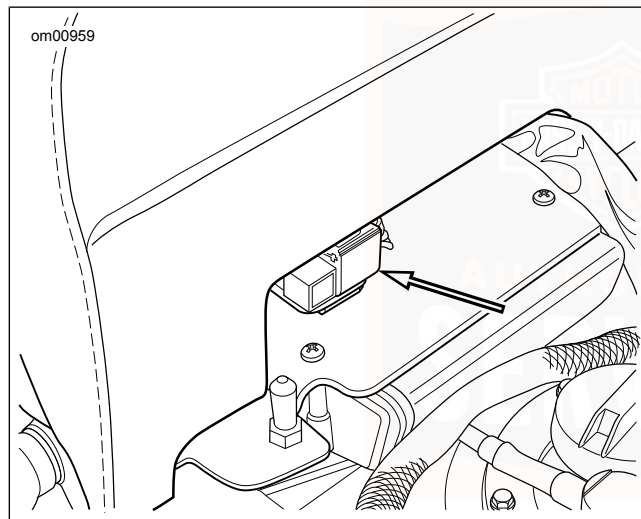

Abbildung 59. Hintere Sicherungsblock-Position
3. Siehe Abbildung 59. Der hintere Sicherungsblock befindet sich am Rahmenquerträger hinter dem Kraftstofftankdeckel. Den Sicherungsblock nach links schieben, um ihn von der Befestigung zu entfernen.